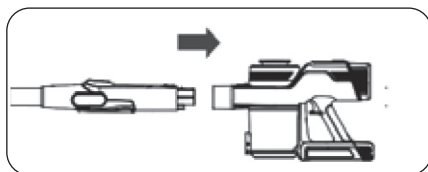

Figure 2
- Pour retirer le tube d'aluminium, tenez le boîtier principal d'une main et tirez dessus de l'autre main en appuyant sur le bouton. (Figure 2)